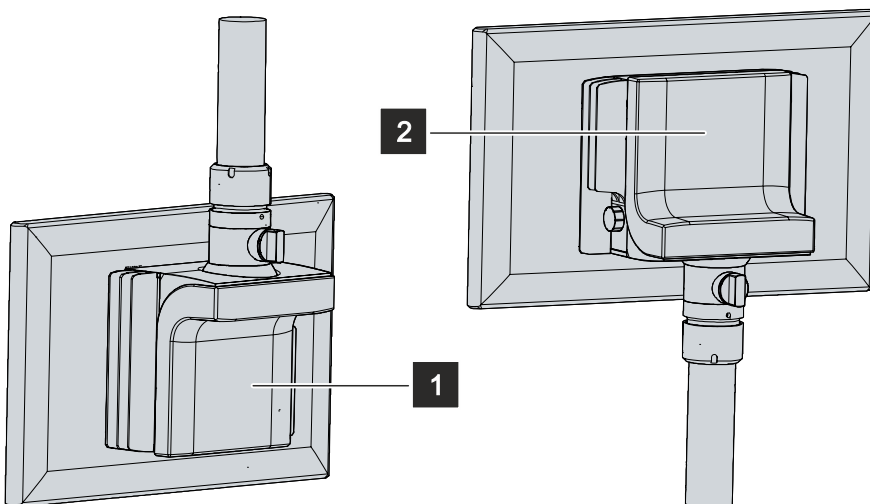

Abb. 11: Tragarmadapter
Abbildung 11 zeigt die Standard-Variante mit Tragarmadapter von oben (1) und die Option mit Tragarmadapter von unten (2). Unabhängig davon, ob der Tragarmadapter nach oben oder nach unten ausgerichtet ist, verfügt er über eine Feststellschraube zur Verdrehsicherung und kann um $\pm 165^\circ$ geschwenkt werden. Der Adapter adaptiert den Panel-PC mit einem 48 mm Rundrohr. Die zulässige Toleranz liegt bei $-0,1$ bis $+0,8$ mm.